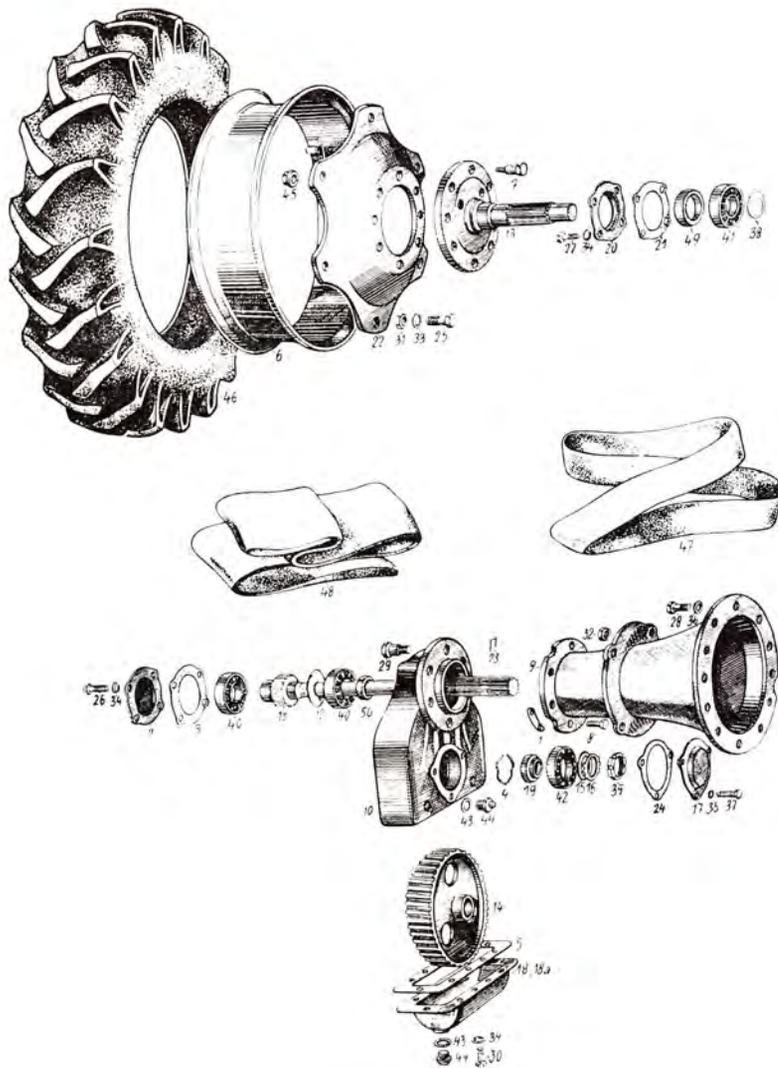

Abb. 78
6. Sechs Schrauben M 16 sind zu entsichern und aus dem Portalflansch auszuschauben. Die Hinterachsbuchse (Abb. 78/9) ist aus der Führung im Portalflansch herauszuziehen.
7. Durch Ausschrauben der Ablassschraube (Abb. 78/44) ist Öl abzulassen. Zehn Schrauben M 8 des Portaldeckels (Abb. 78/30) sind auszuschauben und der Deckel abzunehmen (Abb. 78/18).
8. Vier Schrauben M 8 (Abb. 78/27) sind aus dem Vorderdeckel (Abb. 78/20) der Radwelle auszuschauben.
12. Zahnrad, Feder und Ring sind aus dem Portal herauszunehmen. Vier Schrauben M 8 (Abb. 78/26) sind aus dem Oberdeckel (Abb. 78/2) auszuschauben und die Ausgleichsgetriebewelle ist auszupressen. (Achtung auf die Wellendichtung!)